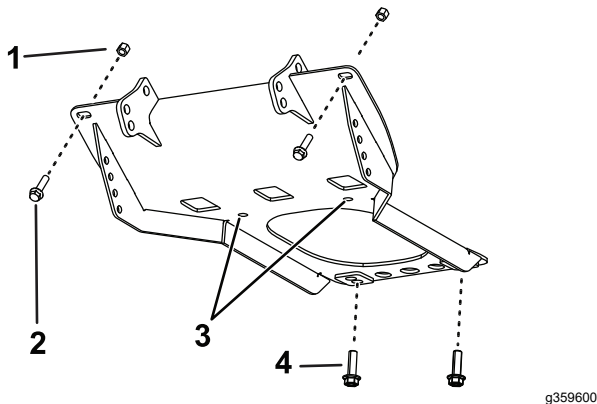

Figura 1
6. Usando la placa de protección del quitanieves como guía, agrande los 2 orificios de la placa de protección trasera del vehículo a  $7/16$ " (Figura 1).